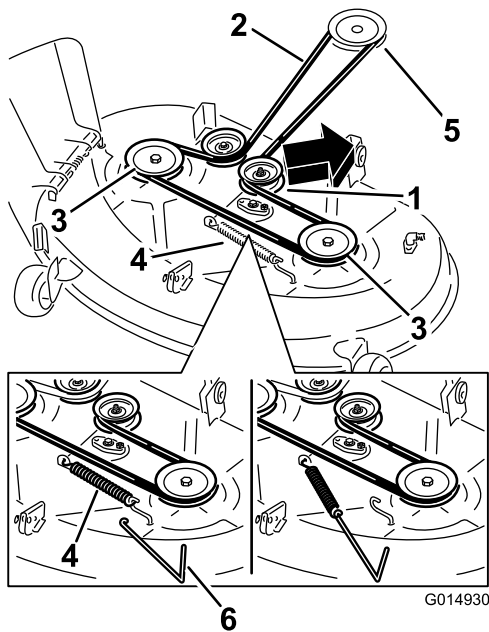
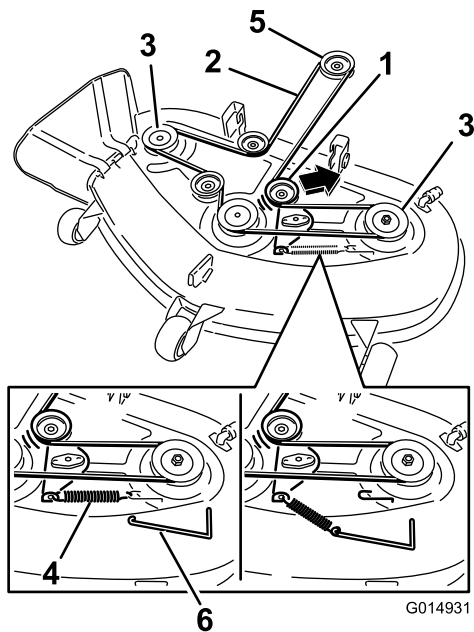

Figure 59
Figure 60
4. À l'aide d'un outil de dépose de ressort (réf. Toro 92-5771), décrochez le ressort du crochet sur le tablier pour éliminer la tension sur la poulie de tension et déchaussez la courroie des poulies (Figure 59 et Figure 60).
- À l'aide d'un outil de dépose de ressort (réf. Toro 92-5771), accrochez le ressort au crochet situé sur le tablier; cela a pour effet d'exercer une tension sur la poulie de tension et la courroie du tablier de coupe (Figure 59 et Figure 60).
- Acheminez la courroie neuve autour de la poulie du moteur et des poulies du tablier de coupe (Figure 60).